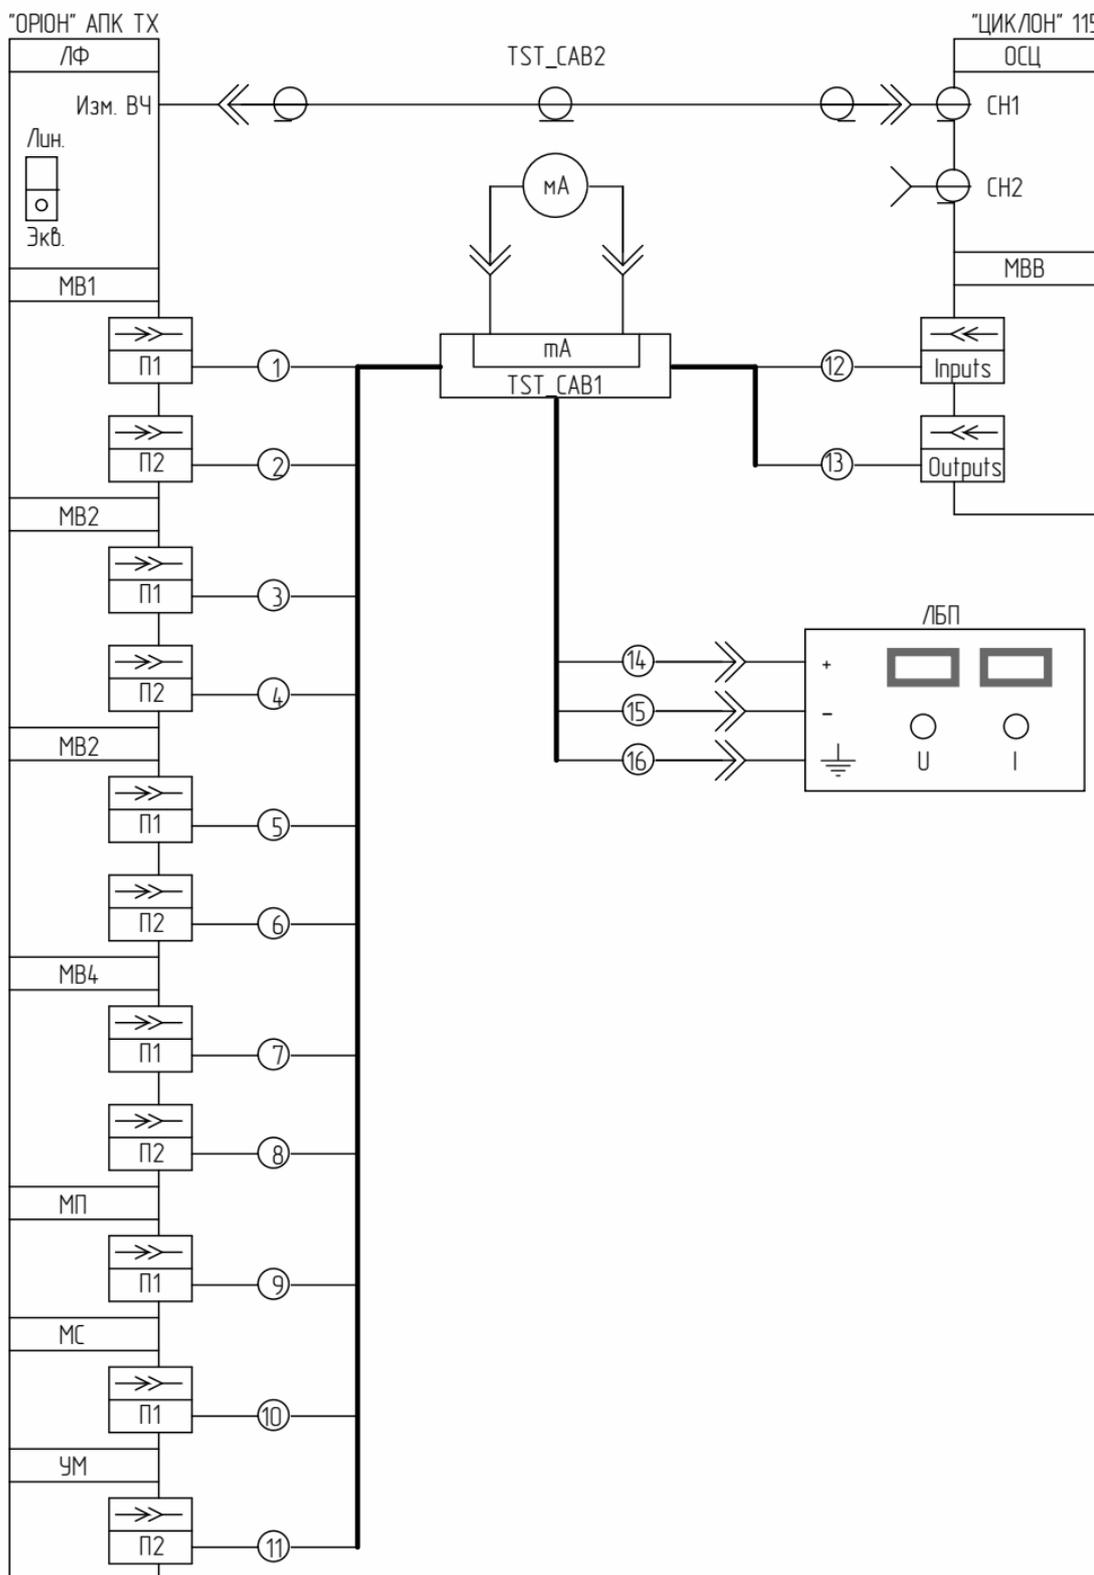

Рисунок 8.11.4 – Схема подключения
- 1) Подключить «ОРИОН» АПК ТХ к «ЦИКЛОН» 115 и ЛБП с помощью тестовых кабелей «TST\_CAB1», «TST\_CAB2» (см. рисунок 8.11.4);